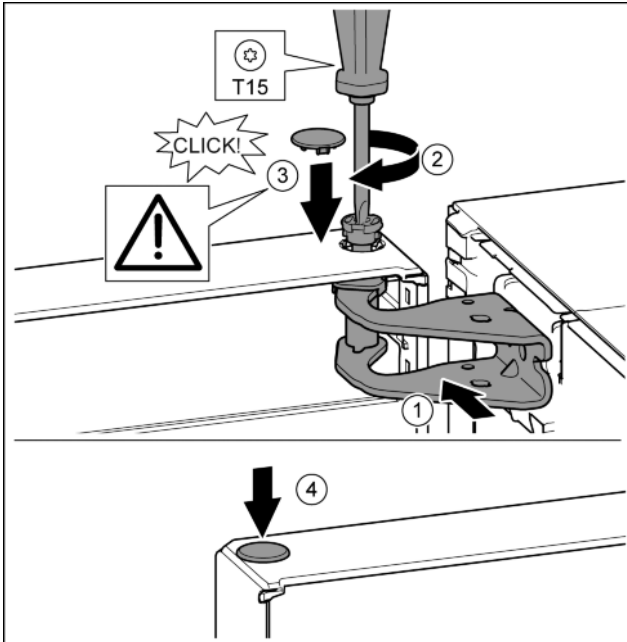

Fig. 24
- ▶ Orienter la porte en haut pour l'ouverture dans le support de palier. *Fig. 24 (1)*
- ▶ Poser le boulon et le visser avec un tournevis T15. *Fig. 24 (2)*
- ▶ Monter le cache de sécurité pour sécuriser la porte : Mettre en place le cache de sécurité et vérifier qu'il repose sur la porte. Sinon, enfoncer à fond le boulon. *Fig. 24 (3)*
- ▶ Mettre le bouchon en place. *Fig. 24 (4)*